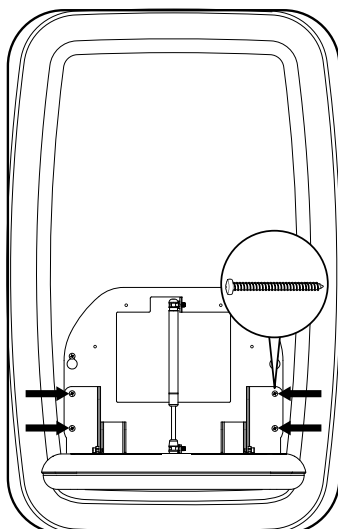

Fig. 7
- Fije la unidad a través de los orificios de montaje restantes con los tornillos de montaje suministrado. **Fig. 7**